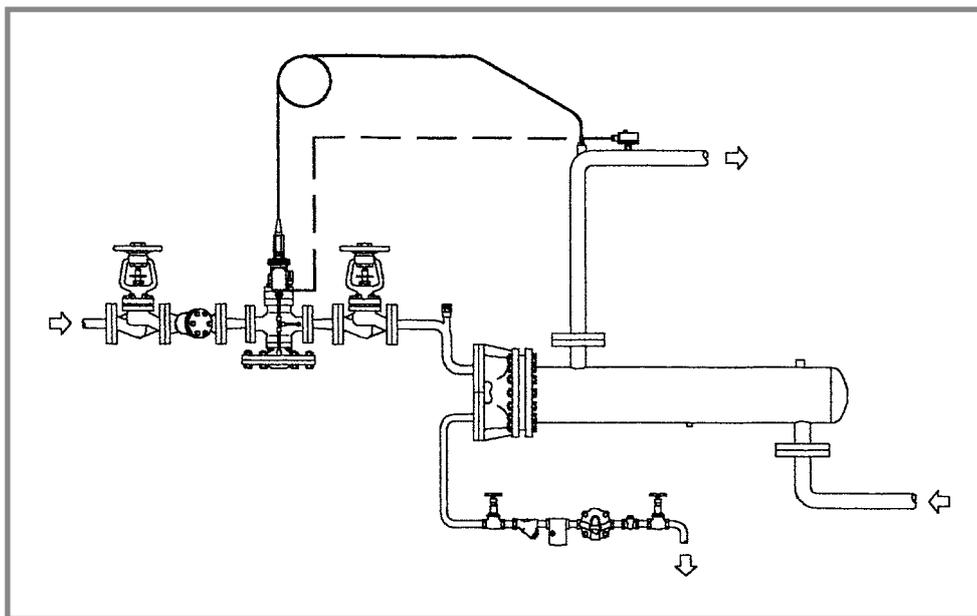

Fig. 5
**2.14.1** Su piccoli scambiatori con drenaggio in atmosfera installare una valvola rompivoto sul circuito vapore a monte dello scambiatore; occorre inoltre installare correttamente il sistema di scarico condense e dimensionare correttamente lo scaricatore per evitare l'allagamento delle superfici di scambio. Lo scaricatore deve essere montato ad una discreta distanza sotto l'uscita dello scambiatore e deve essere dimensionato per una pressione uguale all'altezza statica tra l'uscita dello scambiatore e l'ingresso dello scaricatore. La tubazione dallo scaricatore deve proseguire con una pendenza tale da evitare eventuali contropressioni sullo scaricatore (fig. 5).
**2.14.1** On smaller Heat Exchangers draining to atmosphere, a simple remedy is to install a vacuum breaker on the steam inlet to the heat Exchanger. When vacuum is reached in the steam space, the vacuum breaker opens to allow the condensate to drain down to the steam trap. The trap itself must be placed a discrete distance below the exchanger outlet, and must be sized to pass the condensate stall load on the static head created by the height of the outlet above the trap inlet. The condensate pipe from the trap should slope down so that no further back pressure is exerted on the trap (fig. 5).